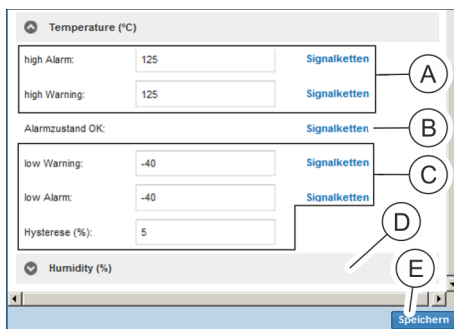

Abb. 139: Detailansicht (Teil 2/2)
9. Im Bereich „Temperature (°C)“ einen Wert für „high Alarm“ und „high Warning“ eingeben (Abb. 139/A) und eine Signalkette zuweisen. Dazu auf die Schaltfläche „Signalketten“ klicken.
10. Im Bereich „Temperature (°C)“ für den Parameter „Alarmzustand OK“ (Abb. 139/B) bei Bedarf eine Signalkette zuweisen (analog zu Schritt 7 und 8).
11. Im Bereich „Temperature (°C)“ einen Wert für „low Alarm“, „low Warning“ und „Hysteresis“ eingeben (Abb. 139/C) und eine Signalkette zuweisen (analog zu Schritt 7 und 8).
12. Schritte 9 – 11 für den Bereich „Humidity (%)“ wiederholen (Abb. 139/D).
13. Auswahl über die Schaltfläche „Speichern“ (Abb. 139/E) bestätigen.